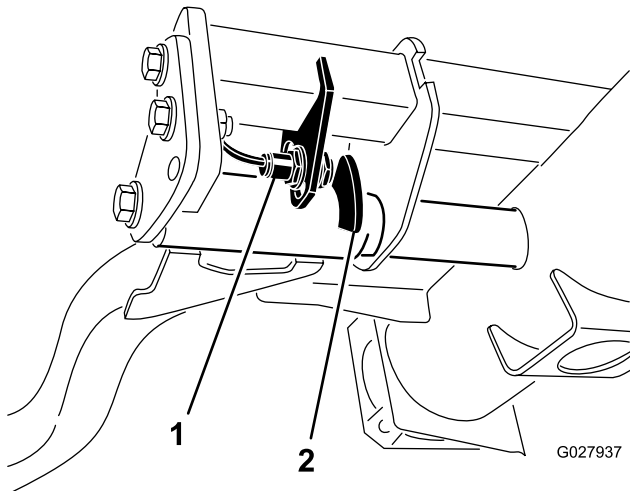

Figura 34
2. El interruptor del brazo de elevación está situado debajo del depósito de aceite hidráulico y detrás del brazo de elevación delantero derecho (Figura 34).
3. Afloje los tornillos de montaje del interruptor (Figura 34) y desplace el interruptor hacia abajo para aumentar la altura de giro del brazo de elevación, o hacia arriba para reducir la altura de giro del brazo de elevación. Apriete los tornillos de montaje.